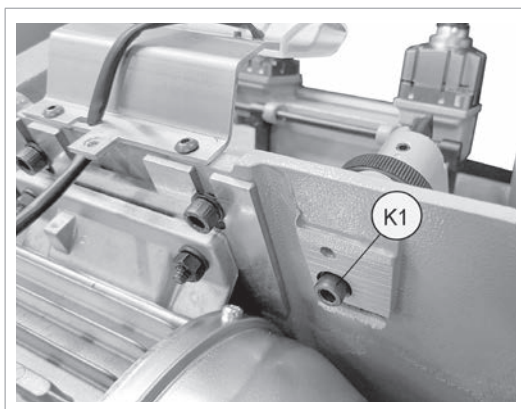

Fig. 34
- 3) Loosen the screw (K1) (Fig. 34).